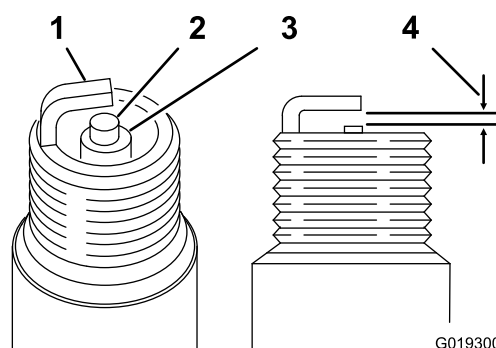

Рисунок 30
5. Установите в свече зазор, равный 0,7-0,8 мм; см. **Рисунок 30.**